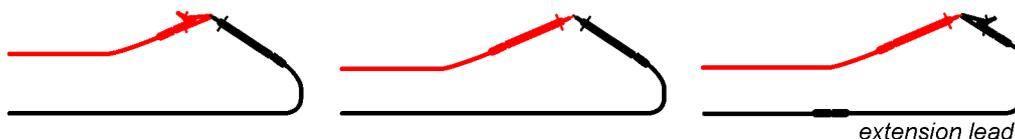

Abbildung 11.43: Kurzgeschlossene Prüflleitungen
- ❑ Schließen Sie das Prüfkabel am Gerät an, und schließen Sie die Prüflleitungen miteinander kurz (siehe **Abbildung 11.43**).